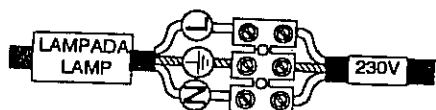

FIG.3
-Connettere il cavo di rete alla morsettiera dell'apparecchio FIG.3
-Connect the supply cable to the fixture terminal block FIG.3